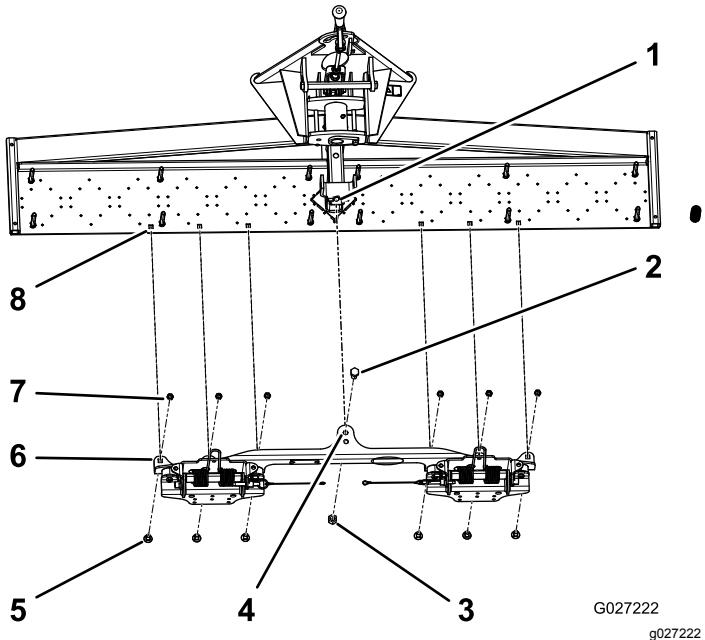
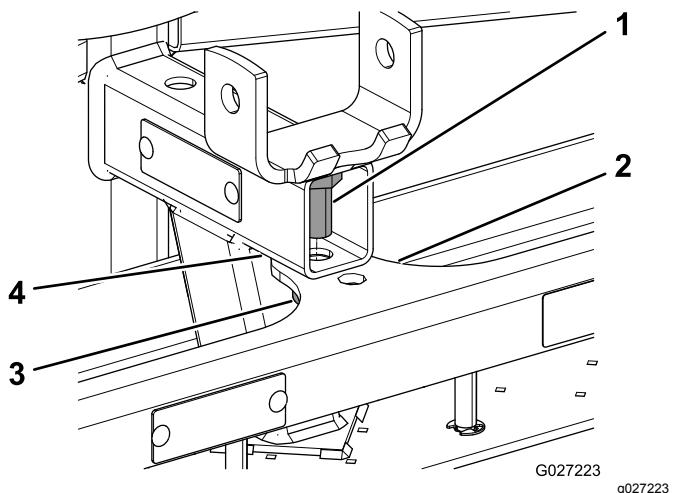
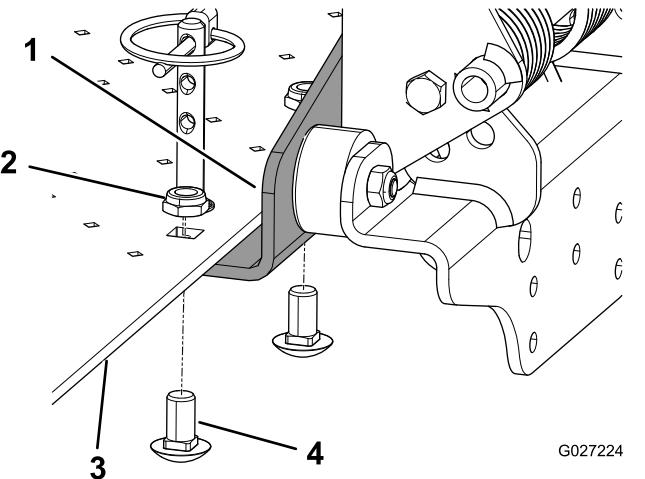
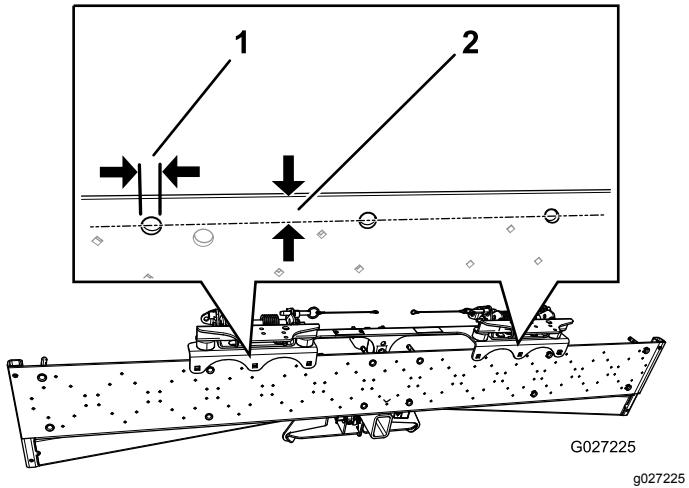

Figura 4
Figura 5
Figura 6
Figura 7
- Allineate il foro **anteriore** dell'aletta centrale sulla staffa dello scarificatore con il foro sul tubo rettangolare sullo scarificatore (Figura 4 e Figura 5).
- Montate il bullone ($\frac{1}{2}'' \times 1''$) attraverso entrambi i fori, quindi fissatelo con il dado ($\frac{1}{2}''$); fate riferimento a Figura 5.
- Allineate i 6 fori nelle alette sulla staffa dello scarificatore con i 6 fori sulla piastra inferiore dello scarificatore (Figura 4 e Figura 6).
Nota: Le macchine con numero di serie 314999999 e inferiori potrebbero non disporre di fori preesistenti. Se non sono presenti fori nella piastra inferiore dello scarificatore, segnate e praticate sei fori da 10 mm, in base alle esigenze. Montate prima il bullone e il dado centrali (Figura 5) e posizionate la staffa dello scarificatore in modo che il **centro** di ciascun foro si trovi a 17 mm di distanza dal bordo della piastra inferiore (Figura 7).
1. Foro di 10 mm (6) 2. 17 mm
- Montate un bullone a testa tonda ($\frac{3}{8}$ " x $\frac{3}{4}$ ") attraverso il fondo di ciascun foro, quindi fissate ciascun bullone a testa tonda con un dado ($\frac{3}{8}Figura 6.$
- Serrate il dado e il bullone montati nel passaggio 2 (Figura 5).